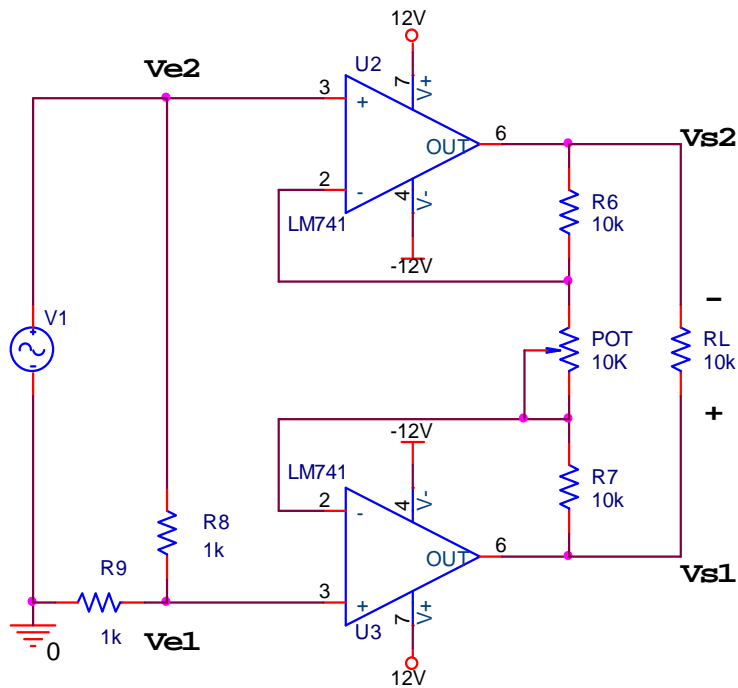

Figura 3
- 8) Arme el amplificador diferencial mejorado de la figura 3 polarizándolo con $\pm 12V$ y alimentándolo con una señal senoidal de 100mVpp a 1 kHz.
- 13) Mida la salida total del circuito y anote sus valores y comente lo observado con respecto al circuito de la figura 3.